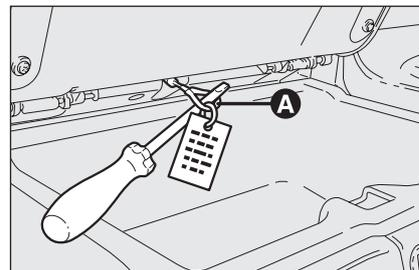

fig. 63
- agire sul cavo **A-fig. 63**. Il cavo è dotato di un occhietto, azionabile tramite il cacciavite fornito in dotazione, che consente l'apertura della valvola d'emergenza rilascio impianto idraulico. È inoltre presente un cartellino riportante le avvertenze per evitare azionamenti involontari del cavo stesso;